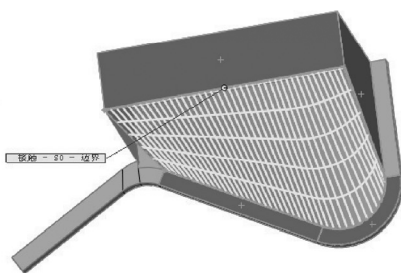

图 4-57 创建填充曲面操作 1
STEP 12 单击“曲面”工具栏中的“填充曲面”按钮, 选择输送槽右侧几个面的边线和与其相接的 3D 直线, 以“相触”方式创建填充曲面, 如图 4-57 所示。